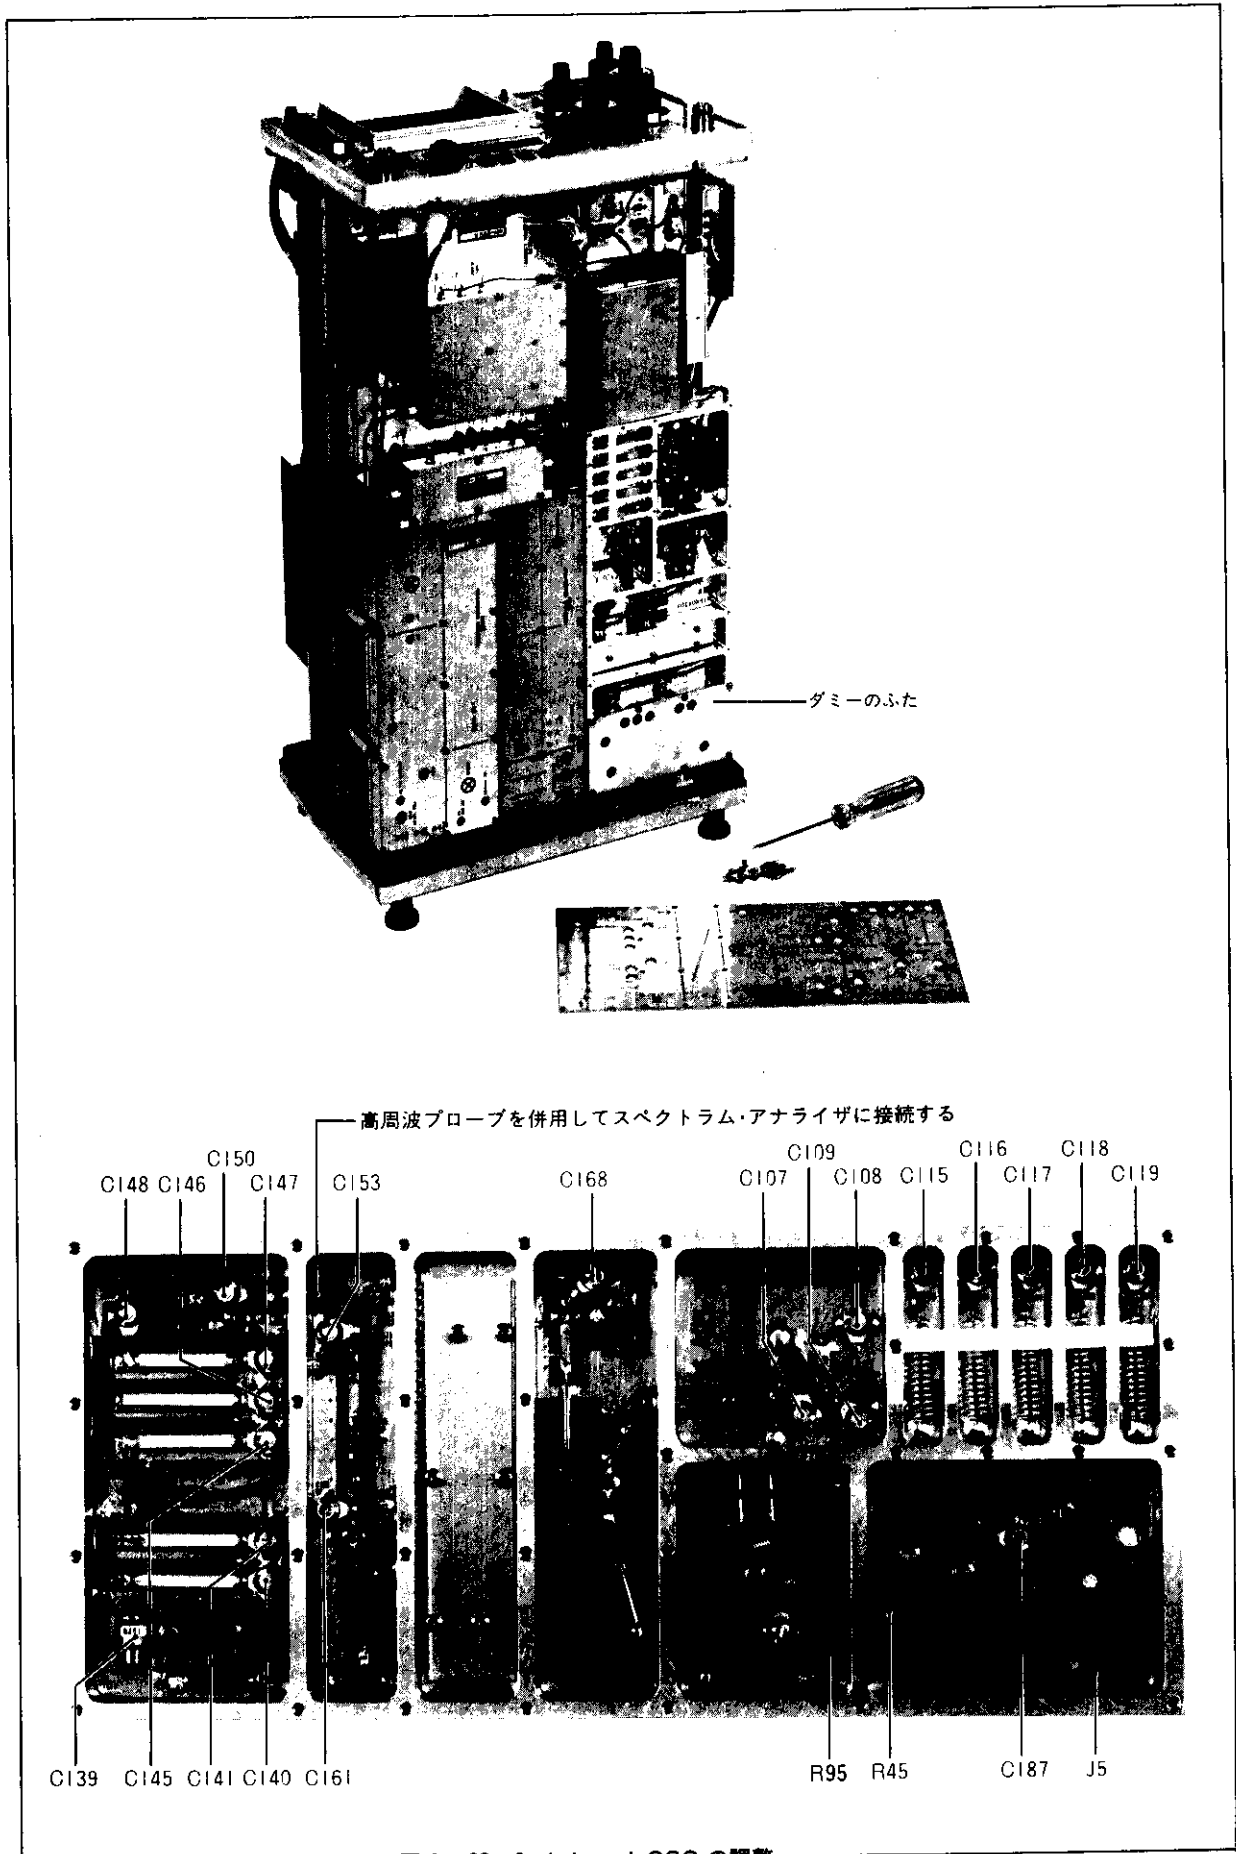

図 4-23 2nd. Local OSC.の調整
- RFブロック (MEP-255) のふたをはずします。〔図4-23〕に示しますように、2nd. L.O.の部分にダミーのふたをします。(発振特性は、RFブロックのふたによって多少変わりますので、調整の際は必ずふたをして下さい)